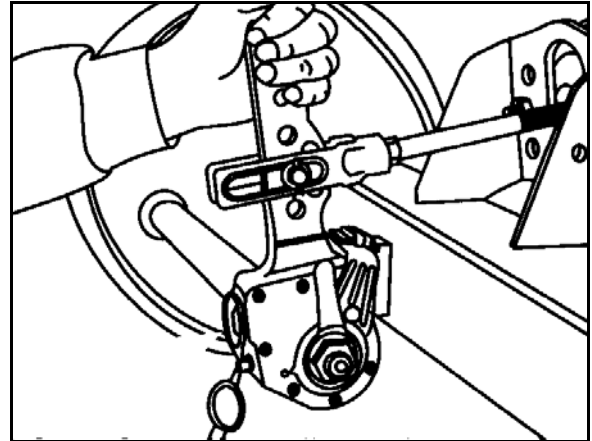

Bild 168
1. Kontrollera dammskydd resp. bälgar (Bild 168/5) beträffande skador.